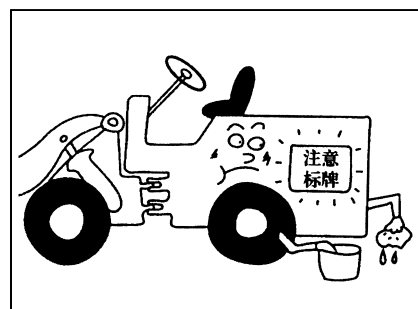

Рис.2-3
- До проведения ремонта, следует наклеить марки "Запрещается операция" на выключатели пуска и панели приборов, или другие аналогичные предупредительные знаки. Предупредить пуск двигателя или управление рычагом управления другими, иначе будет приводить к тяжелому ранению оператора или смерти. (Рис.2-3)